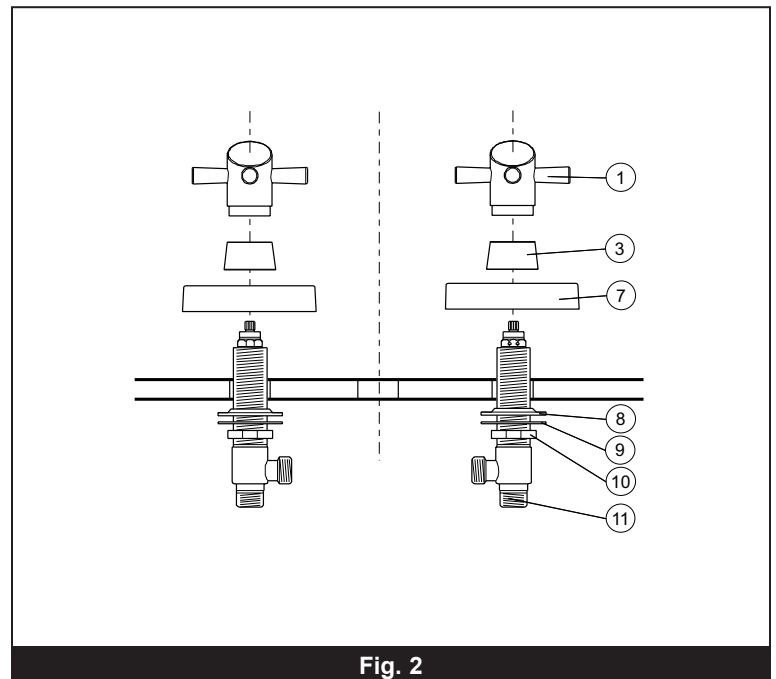

Fig. 2
Screw the flange rings (7) to the water valves (11). Screw the flanges (3) to the maximum on the valves and unscrew the rings (7) so they are laying against the flanges (3). Tighten the nuts (10). **Fig. 2**.
Visser les anneaux des rosaces (7) sur les valves d'entrée d'eau (11). Visser les rosaces (3) au maximum sur les valves et dévisser les anneaux (7) de manière à ce que celles-ci soient appuyées sur les rosaces (3). Serrer les écrous (10). **Fig. 2**.
Fijar los anillos de los empaques (7) en las válvulas de entrada de agua (11). Atornillar al máximo los empaques (3) sobre las válvulas y aflojar los anillos (7) de modo que éstos estén apoyados en los empaques (3). Apretar las tuercas (10). **Fig. 2**.